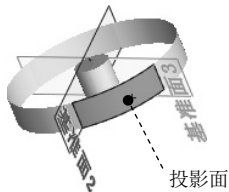

图 6.14.15 选取投影面
(4) 定义要投影到的面。选取如图 6.14.15 所示的模型表面为要投影到的面，选中 **反转投影(R)** 复选框。
(5) 单击该对话框中的 按钮，完成曲线 1 的创建。